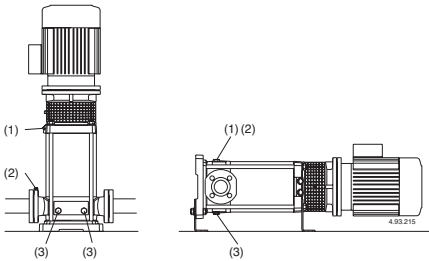

Fig.4 (1) Vullen ontluichtingsplug
Wanneer de pomp boven het vloeistofniveau geplaatst is (zuigsituatie, **fig. 3A**) of in een situatie waar de toeloopdruk te laag is (minder dan 1 m) om de terugslagklep te openen, vul de zuigleiding en de pomp door de vulopening (**fig. 4**).
Sluit de ontluftungvoor (fig. 4) voor MXV-B, MXV(L) 25-32-40 en MXV(L)4 25-32-40 Sluit de naaldschroef (14.07) in de aftapplug (14.12) (fig. 4b) en sluit de ontluftung (14.04).
Wanneer zuigverliezen optreden (onderbreken van flow ondanks geopende afsluiters) of drukschommelingen weergegeven op de manometers, controleer of alle leidingverbindingen luchtdicht zijn en controleer of de naaldschroef van de ontluftung gesloten is (fig. 4).
Of, na het legen, reinigen door schoon water (minimaal 40 liter) in het vulgat (1) te gieten aan de afvoerkant en het weer uit het afvoergat (3) aan de aspiratiekant (**fig. 4**) te laten lopen.
Voor demontage, koppel de voedingskabel van het aansluitkastje, sluit de kleppen in de zuig- en persleidingen en ledig het pomphuis (fig. 4)